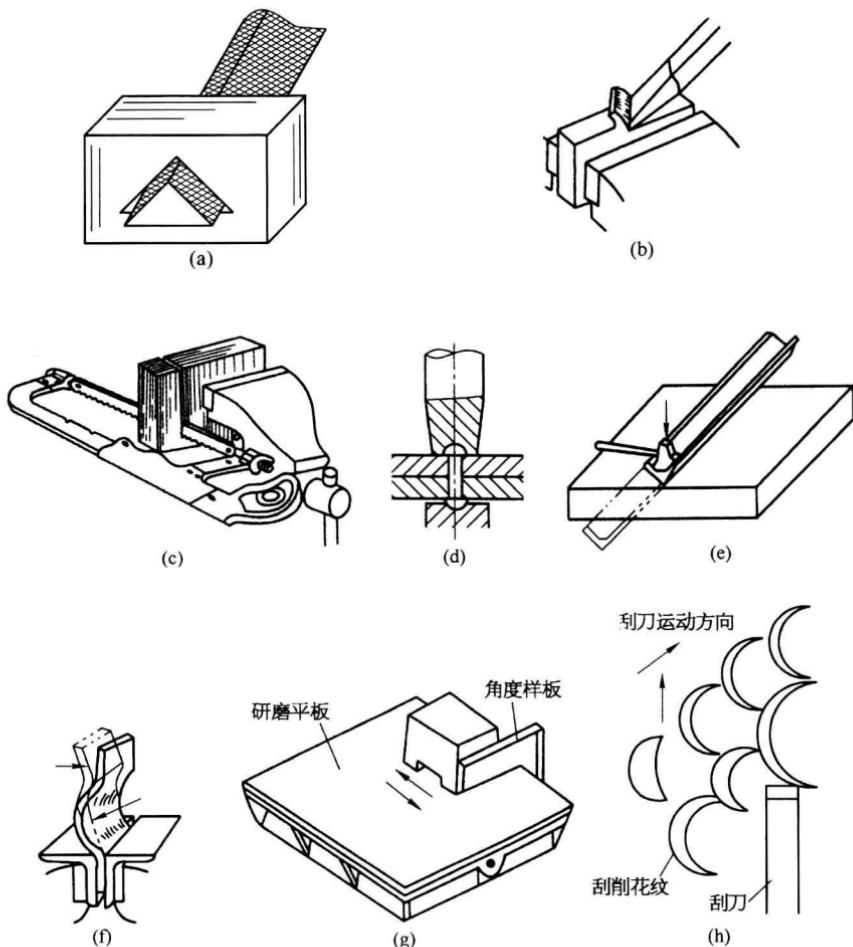

图 1-1 铣工手用工具作业示例
(1) 手用工具作业 手工作业内容示例如图 1-1 所示，包括锉削、錾削、锯削、铆接、矫正、弯形、研磨、刮削等。